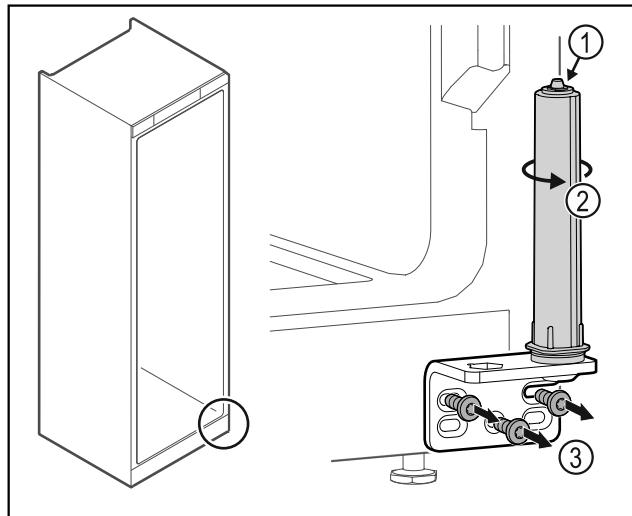

Fig. 36
- Neizjauciet durvju slēgšanas sistēmu Fig. 36 (1).
- Pagrieziet slēgšanas sistēmu Fig. 36 (2), līdz tā noklikšķ.
- Noskrūvējiet lokāmos kronsteinus Fig. 36 (3).